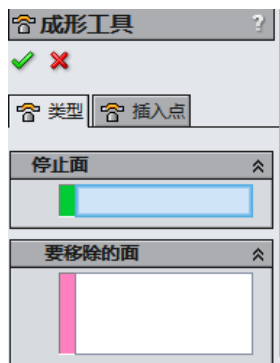

图 7.4.3 “成形工具”对话框
Step5. 创建成形工具。选择下拉菜单 **插入(I)** → **钣金(B)** →  **成形工具** 命令，系统弹出图 7.4.3 所示的 “成形工具” 对话框；激活 “成形工具” 对话框 **停止面** 区域，
下面以图 7.4.3 所示的“成形工具”对话框为例，讲述不带移除面成形工具的创建过程。